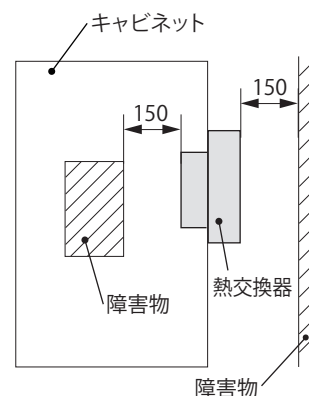

図 1 障害物からの距離
- 吸気口および排気口の通風を妨げたり塞がないよう、また、排気が直接本製品吸気口に流入しないように取付位置に注意してください。能力低下の原因になります。障害物からの距離を 150mm 以上離すことをおすすめします。(図 1)